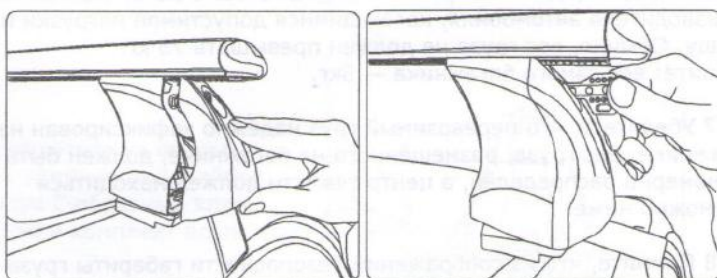

рис. 24
1.3.7 Установите передние крышки опоры. Поворотом ключа по часовой стрелке на угол $\approx 90^\circ$ закройте замки (рис. 24)